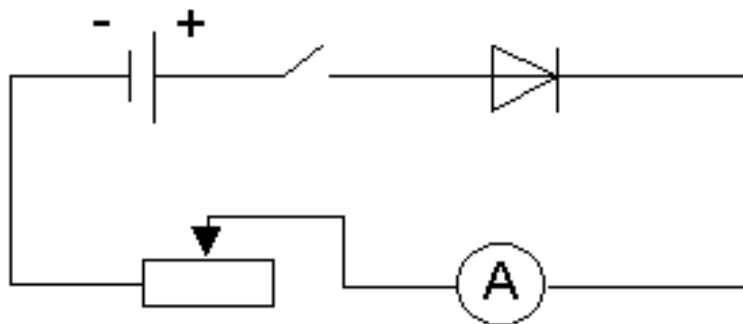

рис. 3
1. Ознайомтесь з характеристиками діодів марки Д 226. Складіть електричне коло за схемою (рис. 3). Повзунок реостата перемістіть в положення, при якому значення сили струму через діод не перевищувало б максимально припустимого значення.